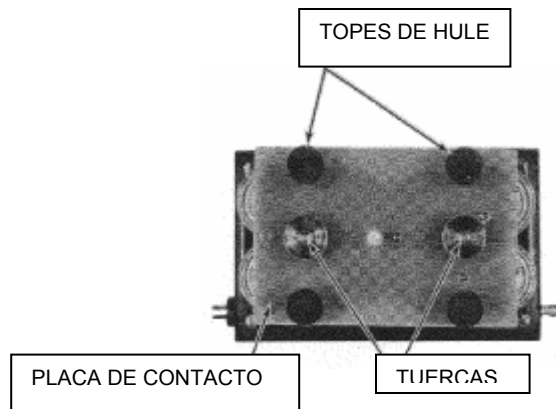

Figura 4-6. Retiro de Baterías
4. Quite las dos tuercas, Figura 4-6, y levante la placa de contacto.